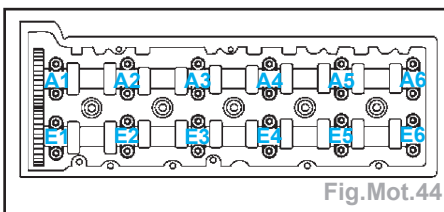

Fig.Mot.44
- Déposer les chapeaux de palier d'arbre à cames aux emplacements E1, E3, E4 et E6 ainsi que A1, A3, A4 et A6 (Fig. Mot.44).